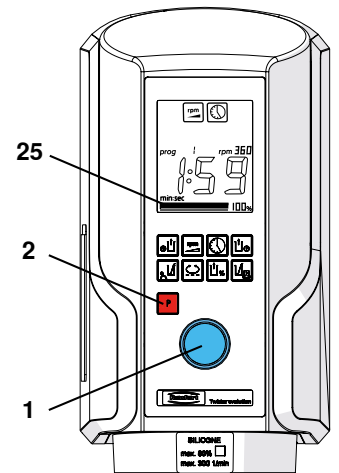

图 8
- ⇒ 当搅拌罐固定后并且真空值超过一半的标记线时，方可松手（25, 图 8）。